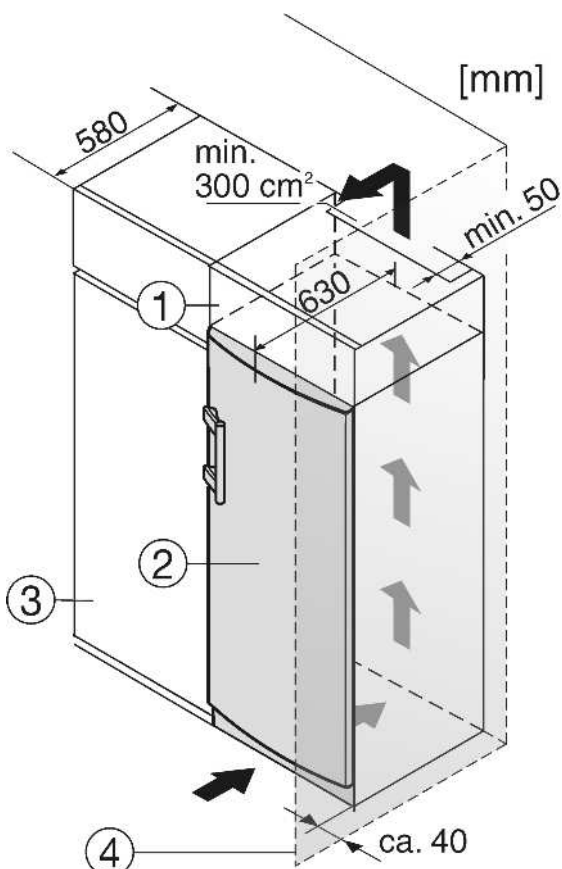

Fig. 9
При комбинировании с обычными кухонными шкафами (глубина макс. 580 мм) устройство можно установить непосредственно рядом с кухонным шкафом Fig. 9 (3). Дверь устройства выступает по сторонам на 34 мм и по центру устройства на 50 мм относительно передней стенки кухонного шкафа. Поэтому ее можно свободно открывать и закрывать.
Если устройство установлено на шарнирах у стены Fig. 9 (4), то расстояние между устройством и стеной должно быть не менее 40 мм. Настолько выступает ручка при открытой дверце.